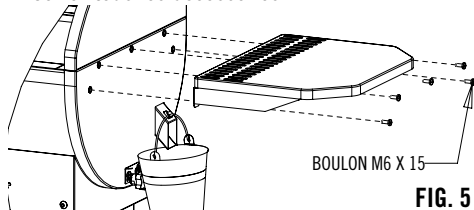

FIG. 5
- Installer l'étagère comme illustré à la Fig 5.